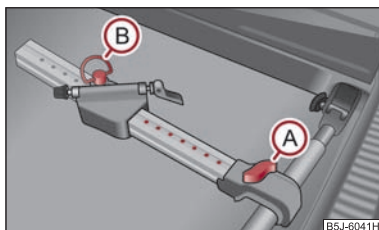

Abb. 69 Fahrradträger einbauen
- Setzen Sie den freigegebenen Fahrradträger auf die Mitte des Querträgers, nach dem Hochziehen der Schraube (A) schieben Sie den Längsträger (Alu-Teil) zum Querträger bis die Fassung einrastet und drehen Sie die Schraube (A) in die Mutter ⇒ Abb. 69.
- Lösen Sie die Schraube (B) und nehmen Sie sie aus dem verschiebbaren Teil des Halters heraus; bringen Sie das verschiebbare Teil je nach Fahrradgröße in eine der möglichen Stellungen, so dass es nicht zum Kontakt mit der Gepäckraumklappe kommt. Wir empfehlen, das verschiebbare Teil des Halters so zu platzieren, dass zwischen der Schraube (A) und dem verschiebbaren Teil 7 Bohrungen sichtbar sind.
- Die Schraube (B) in der gewünschten Position einsetzen und festdrehen. ■
- Lösen Sie die Schraube (A) ⇒ Abb. 69 und schieben Sie den Fahrradhalter zusammen mit dem befestigten Fahrrad nach links (in Fahrtrichtung gesehen), so dass es zwischen dem Lenker und dem Seitenfenster des Gepäckraums nicht zur Kollision kommen kann.